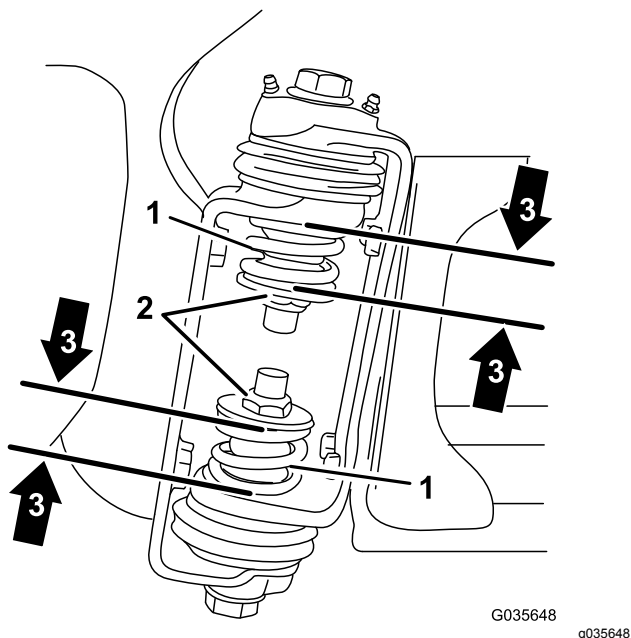

Рисунок 5
3. На шарнире секции измерьте степень сжатия верхней и нижней пружин, пока секции находятся в выдвинутом положении (Рисунок 5).